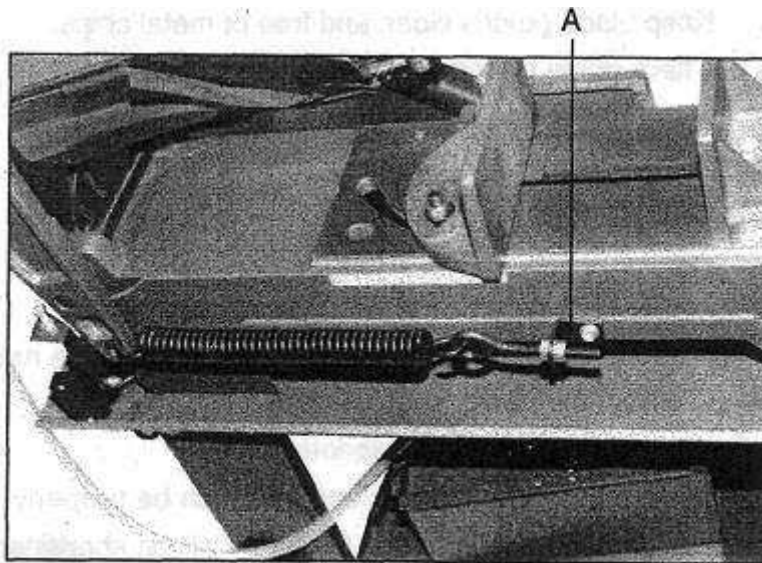

Fig.16
5. Ajustez la tension à environ 5 – 6 kg, en tournant le boulon (A, Fig. 16).